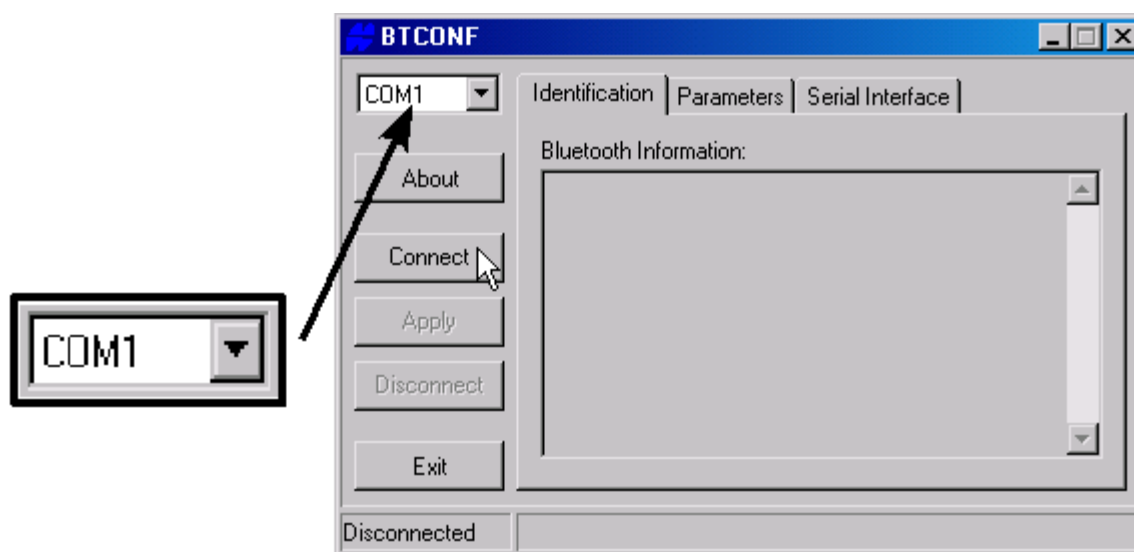

Рисунок 2-31. Выберите порт для связи и щелкните на кнопке *Connect* (Соединить)
4. Для соединения компьютера и модуля Bluetooth щелкните на кнопке *Connect* (Соединить) (см. рис.2-31).